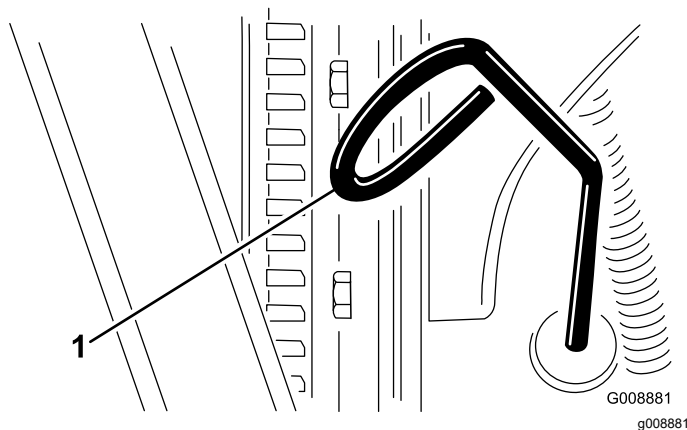

Figura 53
3. Togliete l'asta di livello, asciugatela e reinseritela (Figura 53).